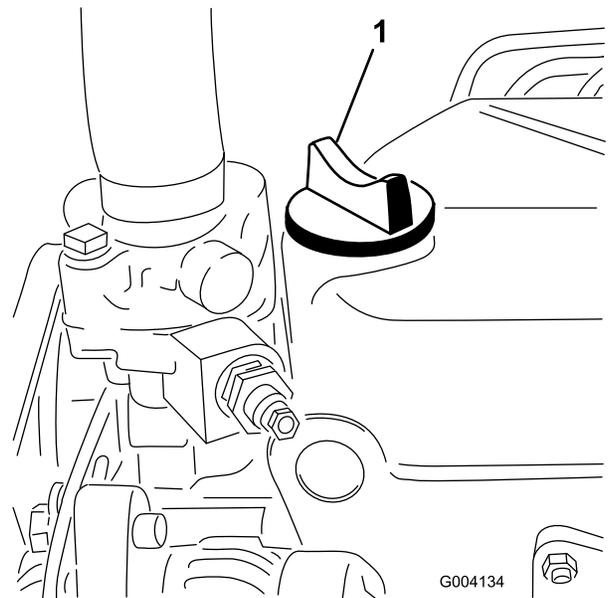

図 33
5. オイルの量が不足している場合は、補給キャップ (図 33) を取り、Full 位置までオイルを補給する。